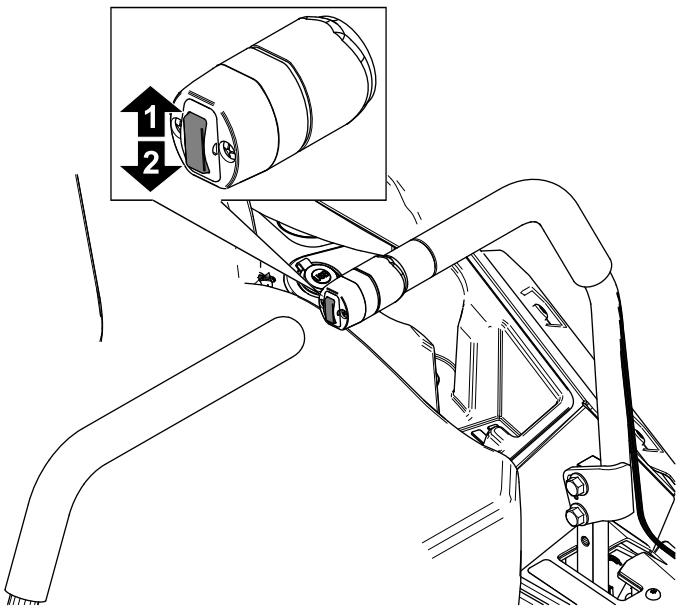

**Рисунок 29**
1. Нажмите педаль подъема деки до упора вперед, чтобы заблокировать деку газонокосилки в ТРАНСПОРТНОМ положении (также соответствующем положению высоты скашивания 140 мм), как показано на Рисунок 29.
2. Для регулировки положения извлеките штифт из кронштейна регулировки высоты скашивания (Рисунок 29).